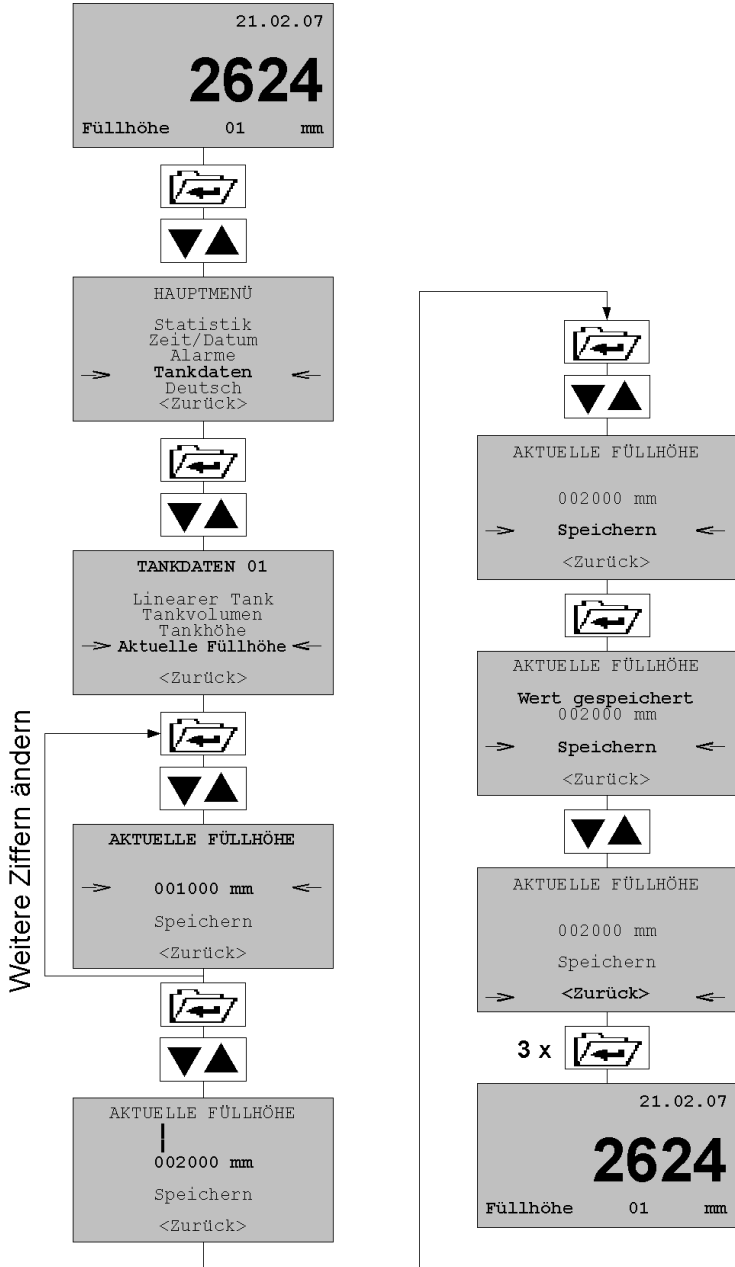

Bild 11: Tankdaten ändern am Beispiel der aktuellen Füllhöhe
- ▶ Aktuelle Füllhöhe auf „000000 mm“ setzen, siehe Bild 11, Seite 23.